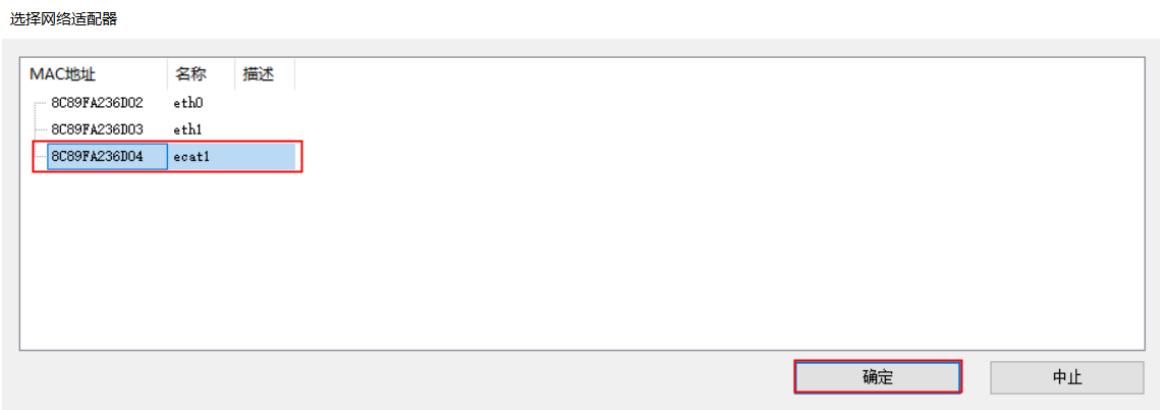

图 13-13 网络适配器选择
7. 在弹出页面中选择名称为【ecat1】的 MAC 地址，点击【确定】，如图 13-13 所示。